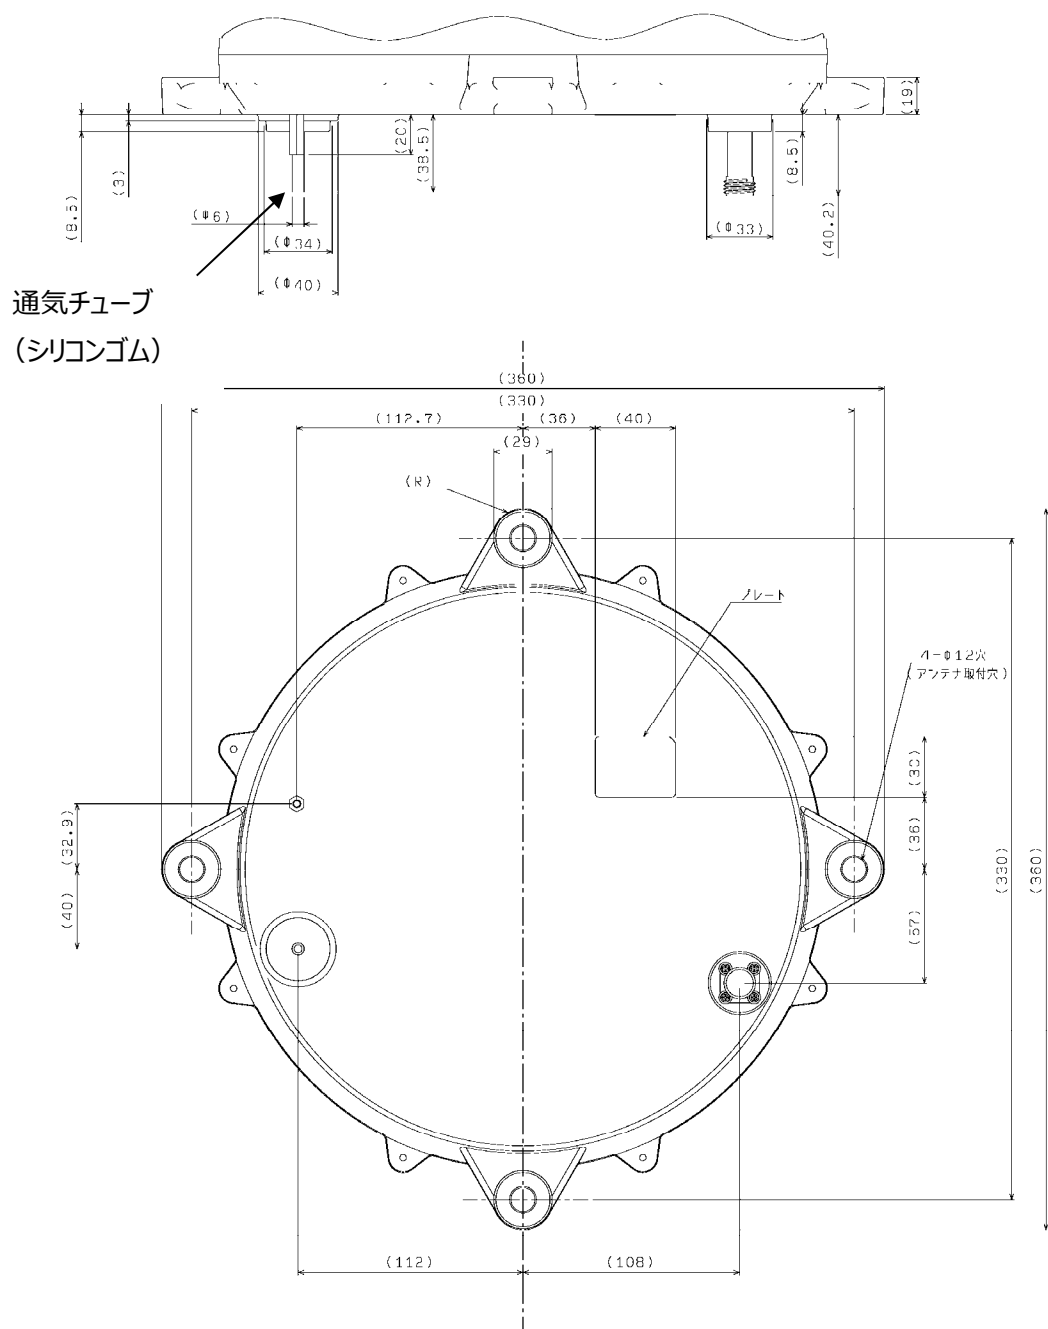

図3-2-1 衛星船舶車載アンテナ 01 (下部)
- 図3-2-1 衛星船舶車載アンテナ 01 (下部) 2-5